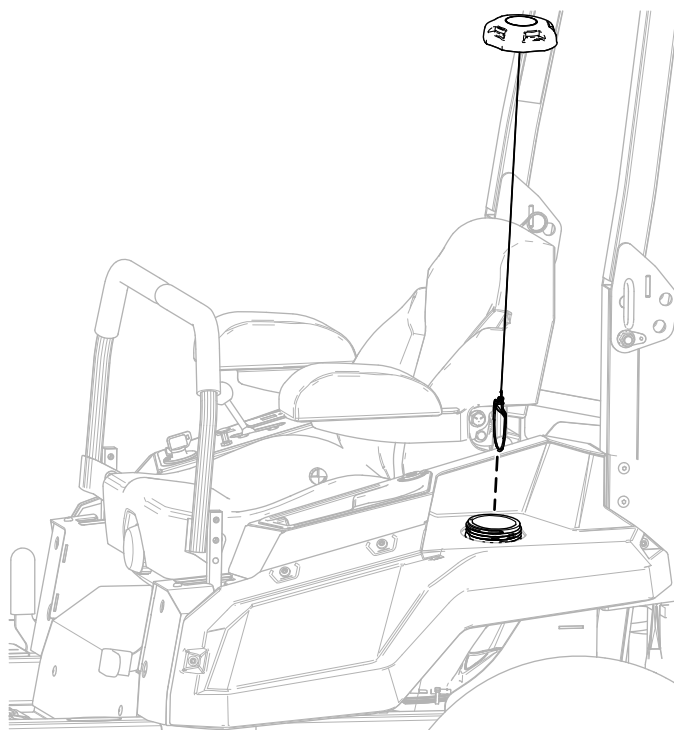

Figura 3
3. Montate il tappo sul serbatoio del carburante (Figura 3).
1. Rimuovete il tappo del serbatoio del carburante dalla protezione sinistra (Figura 3).